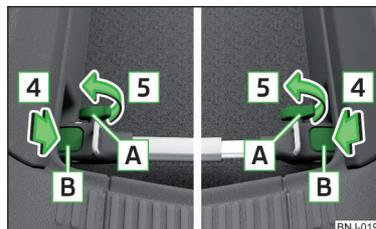

Fig. 111 Montaggio della traversa: serraggio delle viti
- Spingere i supporti **B** » fig. 111 in direzione della freccia **4**, finché non si innestano udibilmente.